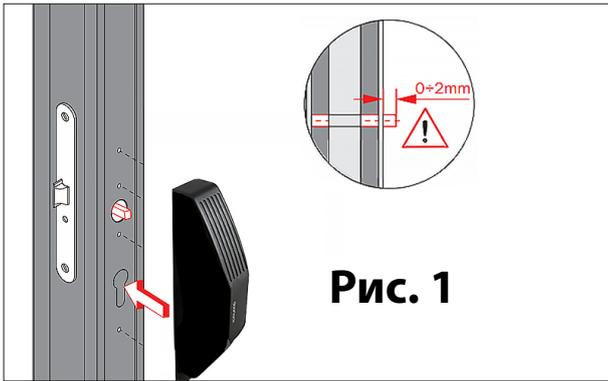

Рис. 1
6. Укоротите разрезной шток стогластно рис. 1